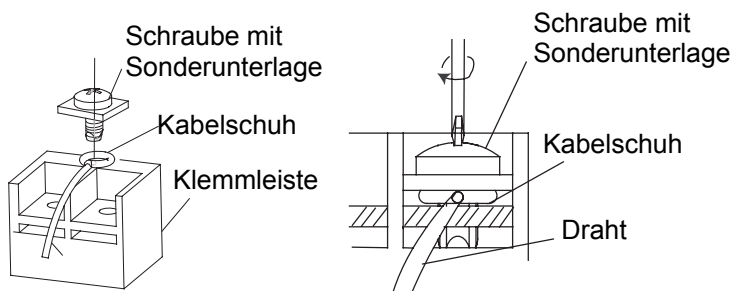

Abb. 30
d) Den Kabelschuh auf die Klemmleiste legen und mit der Schraube festschrauben (Abb. 30).